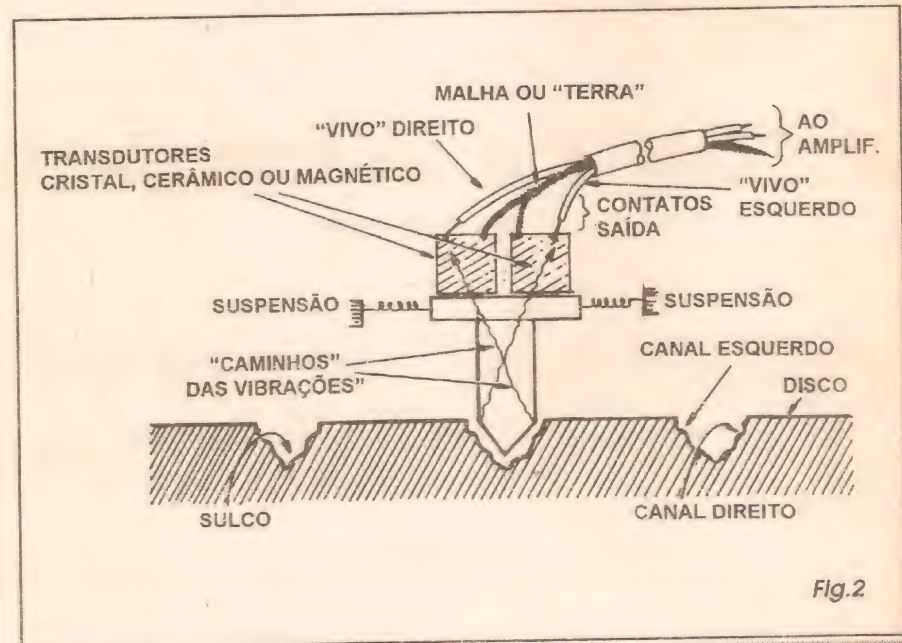

Fig. 2
- FIG. 2 - DETALHANDO A REPRODUÇÃO FONOGRAFICA (E EM ESTÉREO...) - A agulha reprodutora é solidária a um conjunto mecânico que lhe dá suporte e a mantém bem equilibrada, em *suspensão*, de forma que possa exercer pressão leve e constante sobre o disco... Além disso, a dita agulha encontra-se ligada a blocos de cristal ou cerâmica com